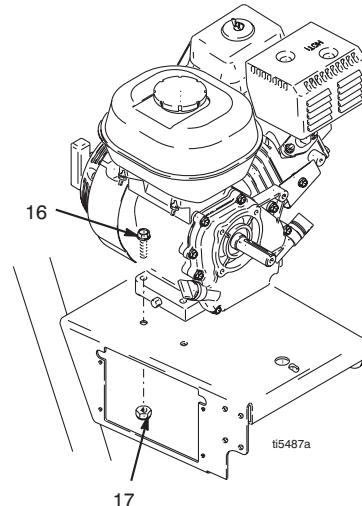

图 13
3. 图 13. 从发动机的基座卸下两个防松螺母 (17) 和螺钉 (16)。
2. 图 13. 将两个螺钉 (16) 装到发动机的基座上，用防松螺母 (17) 固定。用 26 磅英尺 (22.6 Nm) 的扭力拧紧。
1. 图 13. 卸下 2 个螺钉 (71)并翻下盖子 (130a)。